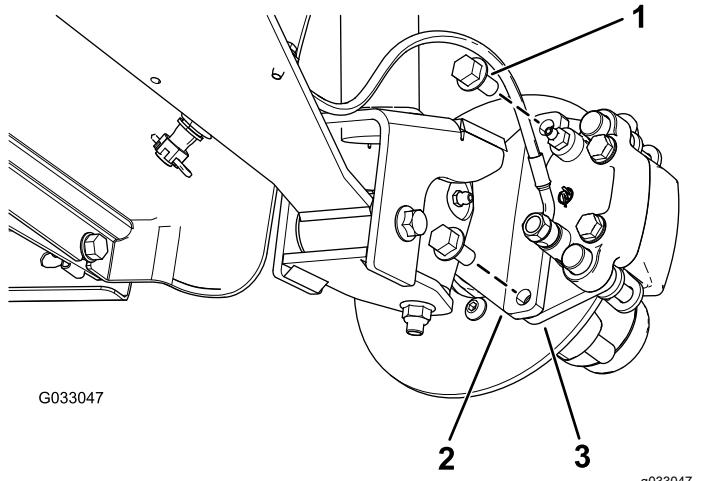
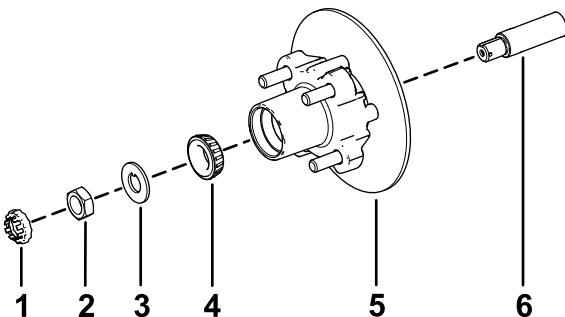

Figura 30
Figura 34
3. Retire los pernos con arandela prensada ($\frac{3}{8}$ " x $\frac{3}{4}$ ") que sujetan el soporte del conjunto de freno al eje y separe el freno del eje (Figura 30).
1. Aplique una ligera capa de grasa del tipo especificado en el eje (Figura 34).
2. Monte el cubo y el rotor en el eje con el rotor hacia dentro (Figura 34).
3. Monte el cojinete exterior en la mangueta y acople el cojinete al anillo de rodadura exterior (Figura 34).
4. Monte la arandela con pestaña en la mangueta (Figura 34).
5. Enrosque la tuerca en el eje y apriete la tuerca a $15 \text{ N}\cdot\text{m}$ (11 pulgadas-libra), girando el cubo para asentar el cojinete (Figura 34).
2. Alinee las pastillas de freno en cada lado del rotor (Figura 30), y alinee los orificios del soporte de la pinza con los orificios de montaje del freno de la mangueta (Figura 34).
3. Sujete el soporte de la pinza a la mangueta (Figura 30) usando los 2 pernos con arandela prensada ($\frac{3}{8}$ " x $\frac{3}{4}$ ").